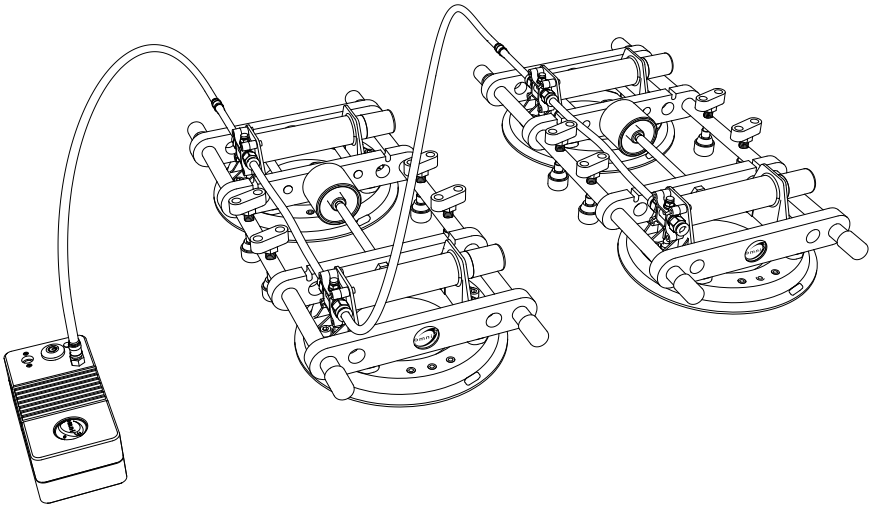

fig. 1
3. Connecter le tube à air à la pompe à vide du premier assembleur de joint. Ensuite, connecter le deuxième assembleur de joint au premier assembleur. (voir fig. 1)